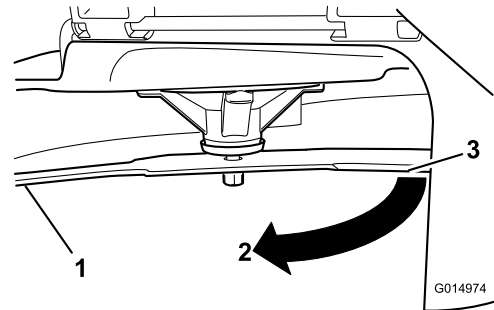

Figura 76
4. Gire la misma cuchilla 180 grados de manera que el otro extremo esté en la misma posición (Figura 76).